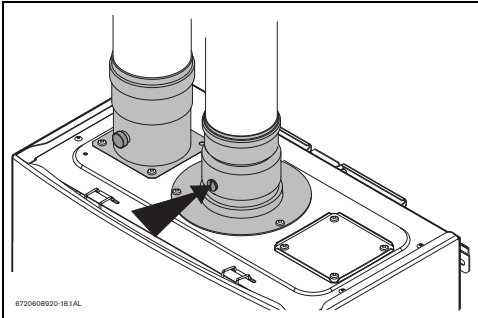

Fig. 48 Punto de medición
- ▶ Retirar el tornillo del accesorio de evacuación, consultar la Fig. 48.